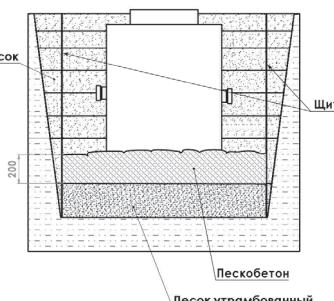

Рис.4 Расположение в пескобетоне
- заливать юбку Станции пескобетоном в соотношении 3:1 минимум 200 мм от дна Станции (см. рис.4) Как правило, для установок бетонирование не требуется. В несвязанных обводненных грунтах с камнями, вызывающими максимальное давление на стены изделия, выполняется обсыпка слоями по 300мм и периодически слои песка чередуют с обсыпкой цементом для стабилизации.